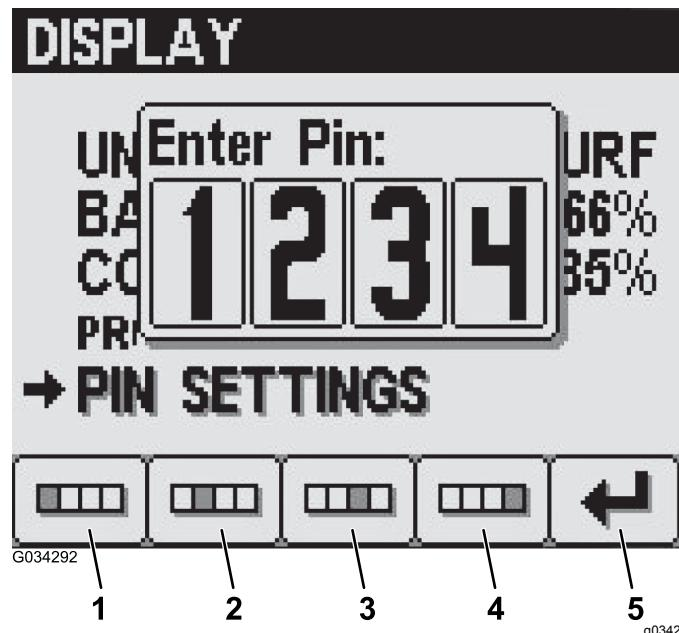

Figure 24
3. Appuyez sur les boutons 1 à 4 pour entrer votre code PIN. Appuyez sur le bouton 5 quand vous avez terminé (Figure 24).
4. Dans l'écran de saisie de l'ancien code PIN, appuyez sur les boutons 1 à 4 pour saisir votre ancien code PIN, puis appuyez sur le bouton 5 quand vous avez terminé (Figure 24).